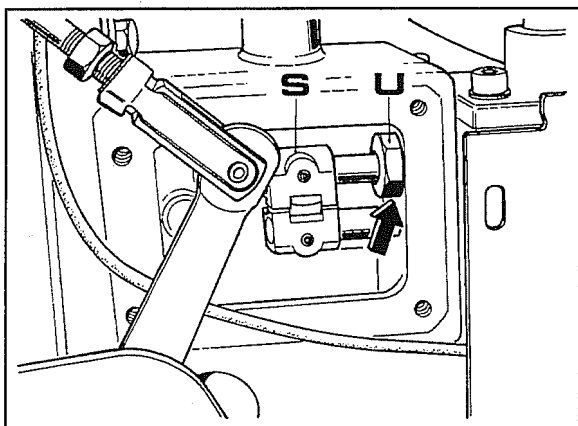
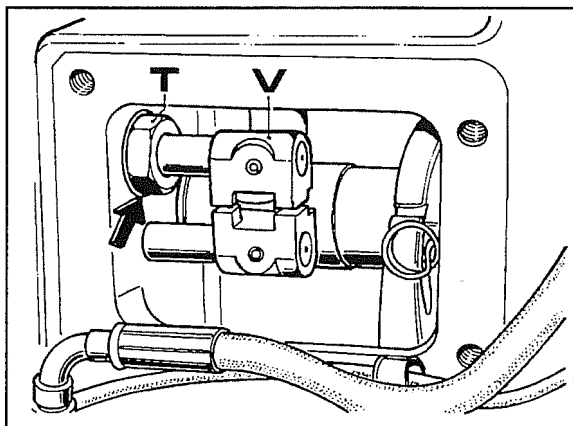

Fig. 3
Fig. 4
3. Verificar se a perda de óleo se verificou na vareta de comando redutor indicada pela flecha na fig. 3 ou sobre a vareta de comandas velocidades indicada pela flecha na fig. 4.
4. Retirar o manguito **S** e desatarraxar a anel **U** fig. 3 ou o manguito **V** e a anel **T** fig. 4 segundo a vareta interessada pela perda.